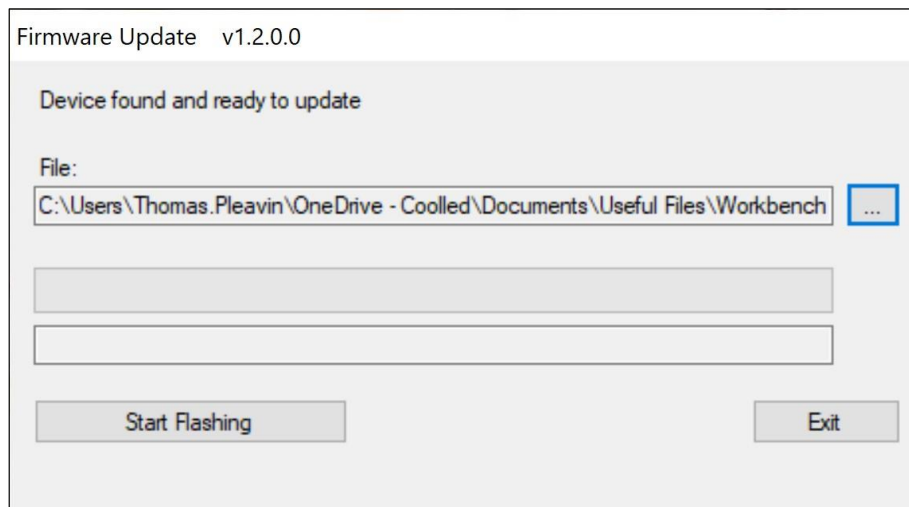

Figura 57 - Ventana de actualización del firmware, lista para pulsar 'Start Flashing'.
12. Una vez introducida la ruta del archivo en el cuadro *Archivo*, haga clic en el botón *Iniciar intermitencia* (Figura 57).